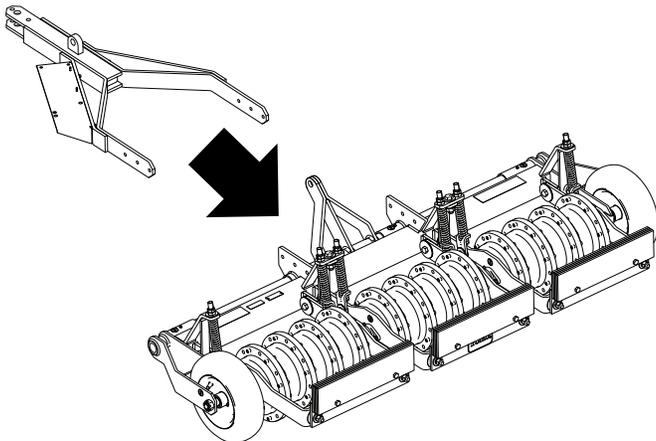

Figura 5
2. Alinhe o conjunto do garfo com o arejador como se mostra na Figura 5.